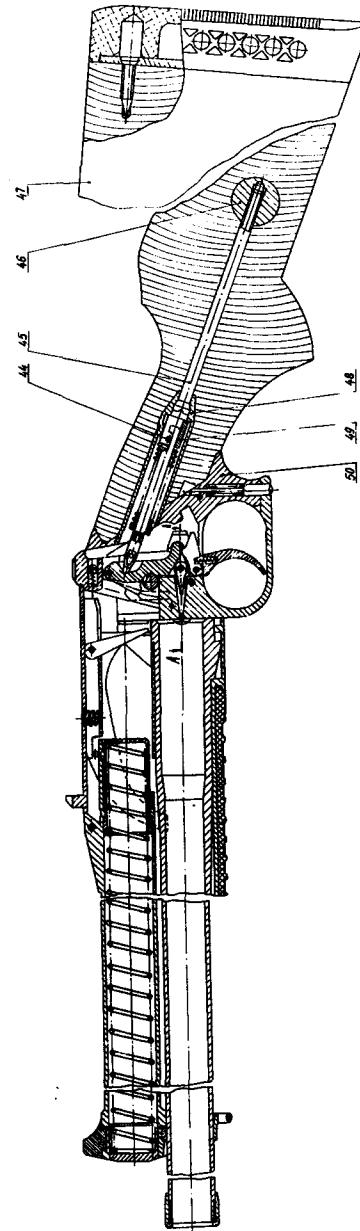

Рис. 4.4. Конструктивная схема и составные части
для ружья «Рысь» на рис. 4.4;
6.8.2. Приклад 47 ружья «Рысь» (рис. 4.4) включает фланец 50 с жестко скрепленной трубой 48 и тело приклада, выполненное из дерева или пласти массы.
Тело приклада крепится к фланцу винтом 45 (рис. 4.4), ввинчиваемым во вкладыш 46.